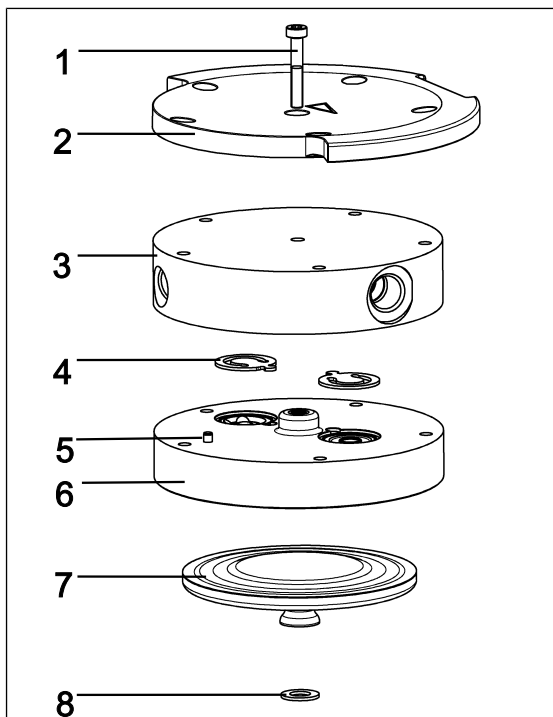

Abb.9: Pumpenkopf (dargestellte Pumpe N820)
- i** Die beiden innenliegenden Kopfschrauben (1/Abb. 9) bleiben dabei zunächst noch fest angezogen.
i Die folgenden Positionsnummern beziehen sich auf Abb. 9 falls nicht anders angegeben.